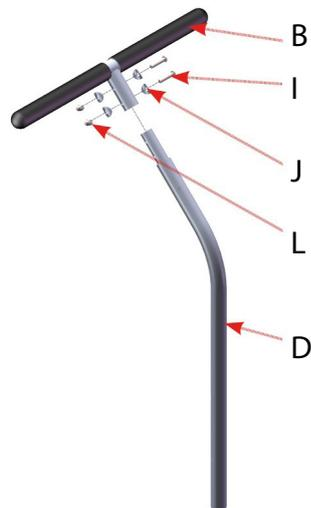

Abb.11
Um den Griff (B) am verstellbaren Rohr (D) anzubringen, verwenden Sie vier Wellscheiben (J) und jeweils zwei Zylinderkopfschrauben (I) und Sicherungsmuttern (L) (siehe Abb. 11). Verwenden Sie zum Festziehen den Inbusschlüssel (O) und den Ringschlüssel (P).